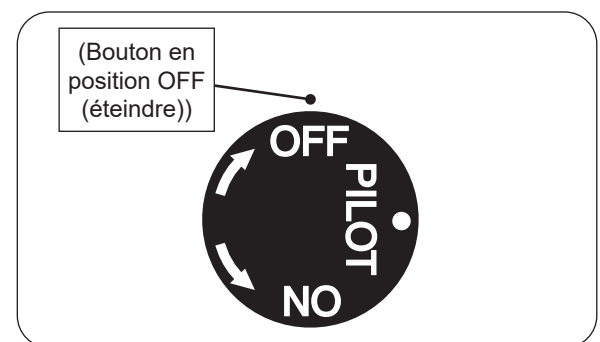

Fig. 53-2 Arrêt du pilote
- Localisez la vanne sur le côté de l'unité. Pousser le gaz bouton de commande légèrement et tourner dans le sens des aiguilles d'une montre  sur **OFF** (éteindre) (voir Fig. 53-2).
Appuyez légèrement sur le bouton de contrôle et tournez-le dans le sens des aiguilles d'une montre  pour **OFF** (éteindre). Ne force pas. Voir Fig. 53-2.